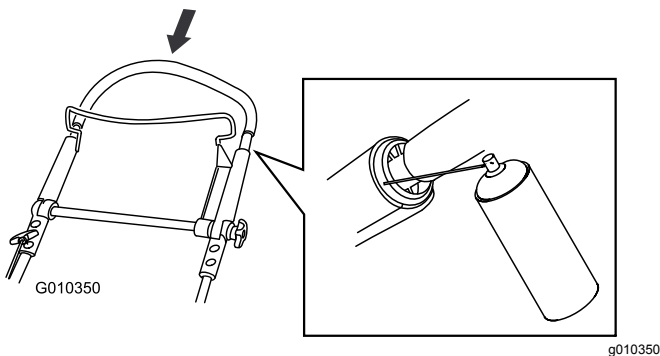

図 45
2. 上部ハンドルを完全に折り曲げて、ハンドル外側の内側にあるプラスチック部分にスプレーする 図 45。